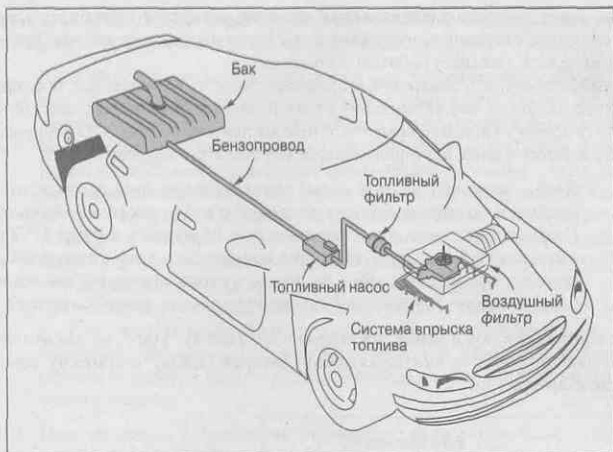

Рис. 4.2. Топливная система
3. Когда двигатель запущен, топливо (в данном случае — бензин) течет из **бака**, расположенного сзади машины, по **топливопроводу** к топливному насосу под капотом (рис. 4.2). В главе 6 “Топливная система — сердце и легкие автомобиля” детально рассматривается топливная система, а в главе 13 “Регулировка топливной системы”, объясняется, как поддерживать ее в хорошем состоянии.